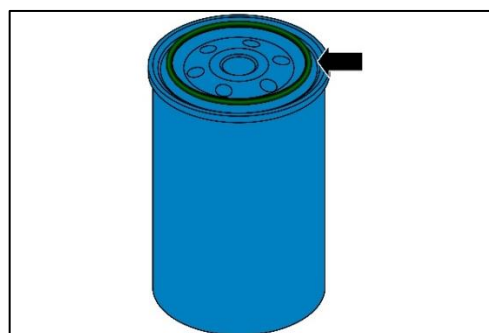

Fig. 253 : JOINT TORIQUE DU FILTRE
10. Installer le nouveau joint torique sur le filtre à carburant comme montré dans la Fig. 253.